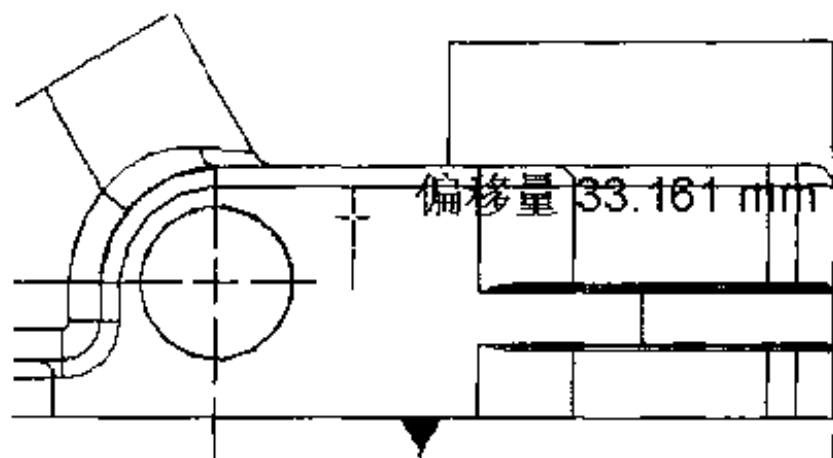

图 2.82 定位参考线
- (1) 参考曲线是一条可以任意放在模型上的直线或圆，作为参考的几何图形同零件相关联，并且可以用来测量零件。
- (2) 单击【参考直线】按钮，并参照如图 2.82 所示单击直线，将它拖到左侧，根据显示的偏移量再次单击使之定位，可以添加一条参照线。